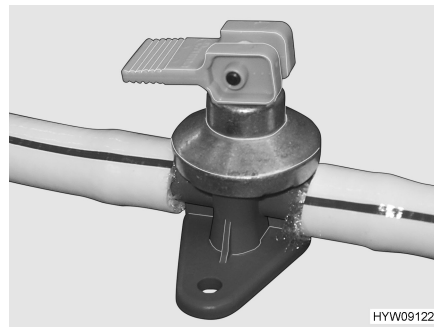
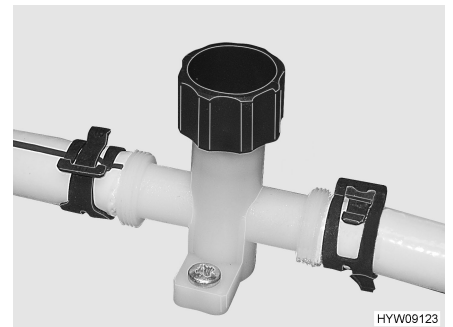

Bild 69 Avtappningskran med vipparm
Bild 70 Avtappningskran med vred
- Stäng alla avtappningskranar (Bild 69 resp. Bild 70).